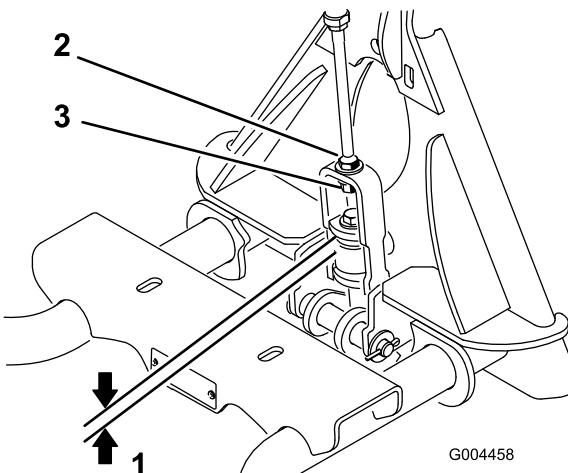

Figure 7
2. Mesurez l'espace entre la rondelle supérieure et l'entretoise dans l'ensemble biellette sur l'adaptateur d'accessoire, comme illustré à la Figure 7.
Remarque: La rondelle et l'épaulement ne doivent pas être espacés de plus de 1,5 à 2,2 mm (Figure 7).
| 3. Si l'écartement n'est pas correct, desserrez l'écrou de blocage et serrez ou desserrez l'écrou de réglage sur l'ensemble biellette pour modifier l'écartement (Figure 7). | |